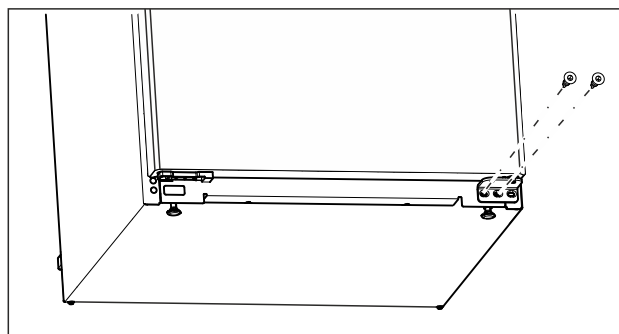

Fig. 13
- ▶ Отвийте централните винтове на долната лагерна стойка с отвертка Torx 20. (виж Fig. 13)
- ▶ Отвийте вътрешните винтове на долната лагерна стойка с отвертка Torx 20. (виж Fig. 13)